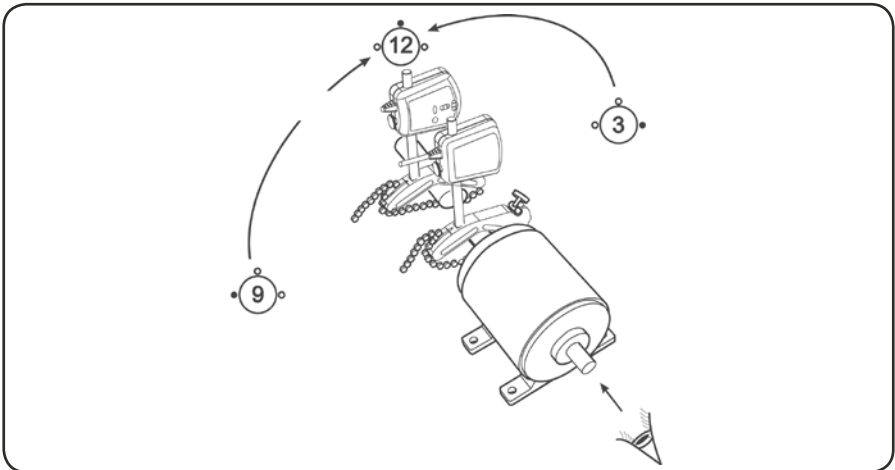

Abb. 10. Position 12 Uhr
a) Bringen Sie die beiden Messgeräte mit Hilfe der Wasserwaagen (Abb. 10) in die Position 12 Uhr.